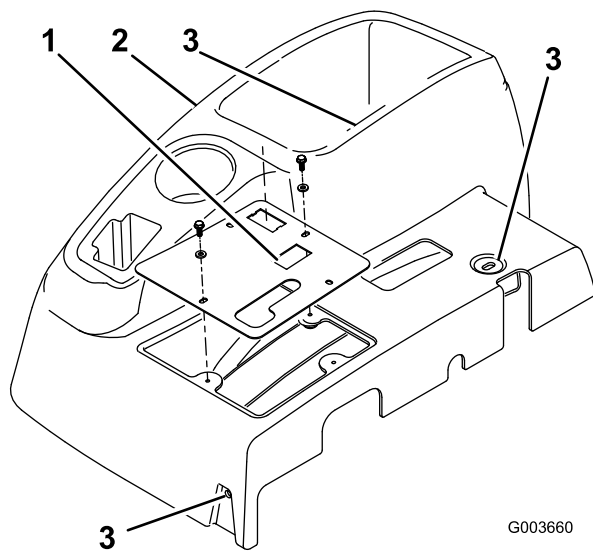

Figura 1
3. Retire las 4 arandelas y pernos que sujetan el panel de control a la consola (Figura 1). Desconecte el cable del contador de horas. Retire el panel de control (Fig. 1).
4. Retire los 3 pernos que sujetan la consola al bastidor (Figura 1). Retire la consola levantando suavemente el borde inferior de la consola alrededor del soporte y deslizándola hacia arriba, más allá de la palanca de freno.